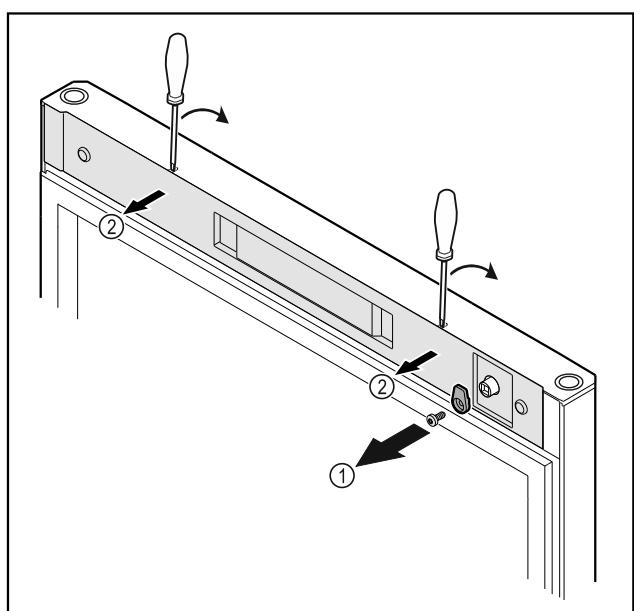

Fig. 9
► Dévisser le crochet de fermeture *Fig. 9 (1)*.
► Décrocher le cache *Fig. 9 (2)* avec un petit tournevis et le retirer.